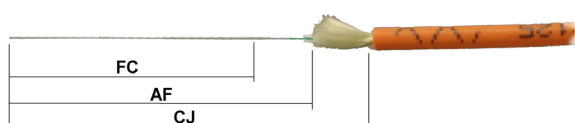

Bild 4 Abisolierlänge
- Kontakt mit Kleber befüllen (Bild 4). (W6)